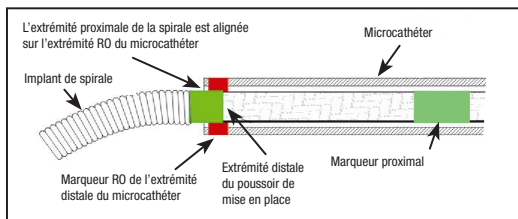

Figure 4 : Position des marqueurs pour le détachement
- Avancer la spirale dans le site souhaité jusqu'à ce que le marqueur radiopaque sur le poussoir de mise en place soit aligné ou en position légèrement distale par rapport au marqueur RO de l'extrémité distale du microcathéter, en positionnant la zone de détachement juste à l'extérieur de l'extrémité du microcathéter. Voir Figure 4.